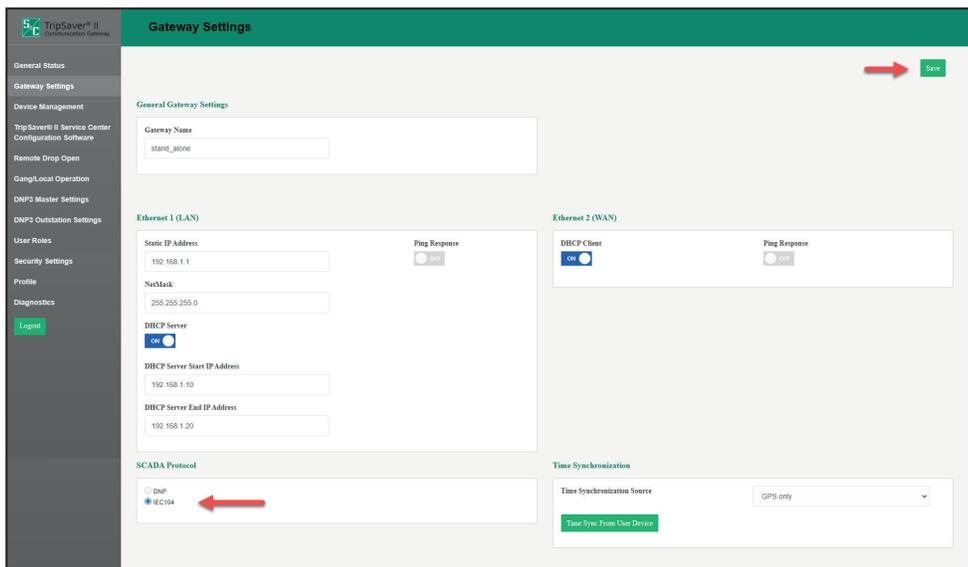

Figura 13. El panel del Protocolo IEC104 y el botón de Guardar.
PASO 2. Desplácese hasta el panel Protocolo SCADA. Haga clic en el botón **IEC104**. Vea la Figura 13.